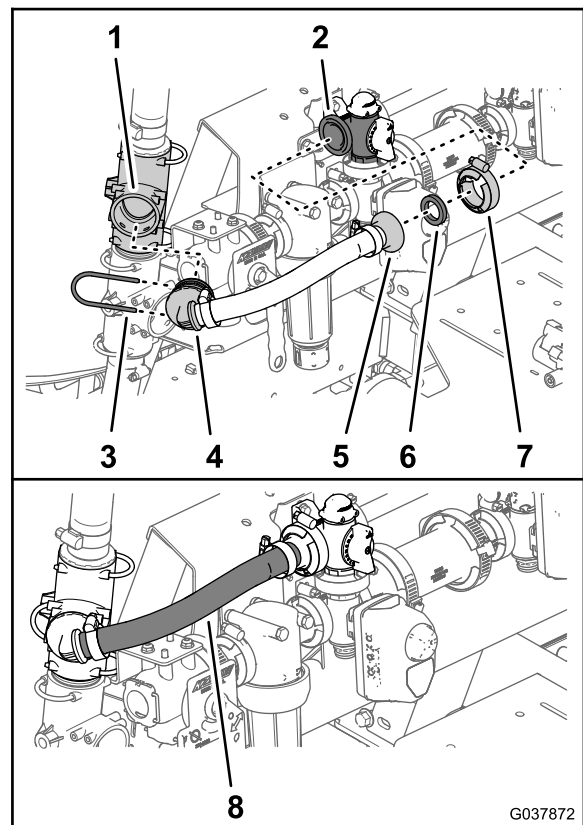

Bild 69
2. Befestigen Sie das gezahnte 90°-Anschlussstück des Rührwerküberlaufschlauchs mit dem Halter, den Sie in Schritt 2 in Entfernen des Rührwerk-Sicherheitsventils und der Sprühfahrzeug-Zulaufschläuche (Seite 18) entfernt haben, am oberen T-Anschlussstück (Bild 69).
3. Befestigen Sie das gezahnte Flanschanschlussstück des Rührwerk-Überlaufschlauchs und die Dichtung (25 mm x 35 mm) mit einer Flanschklammer (40 mm bis 64 mm) am Flansch des Rührwerkregelventils (Bild 69).